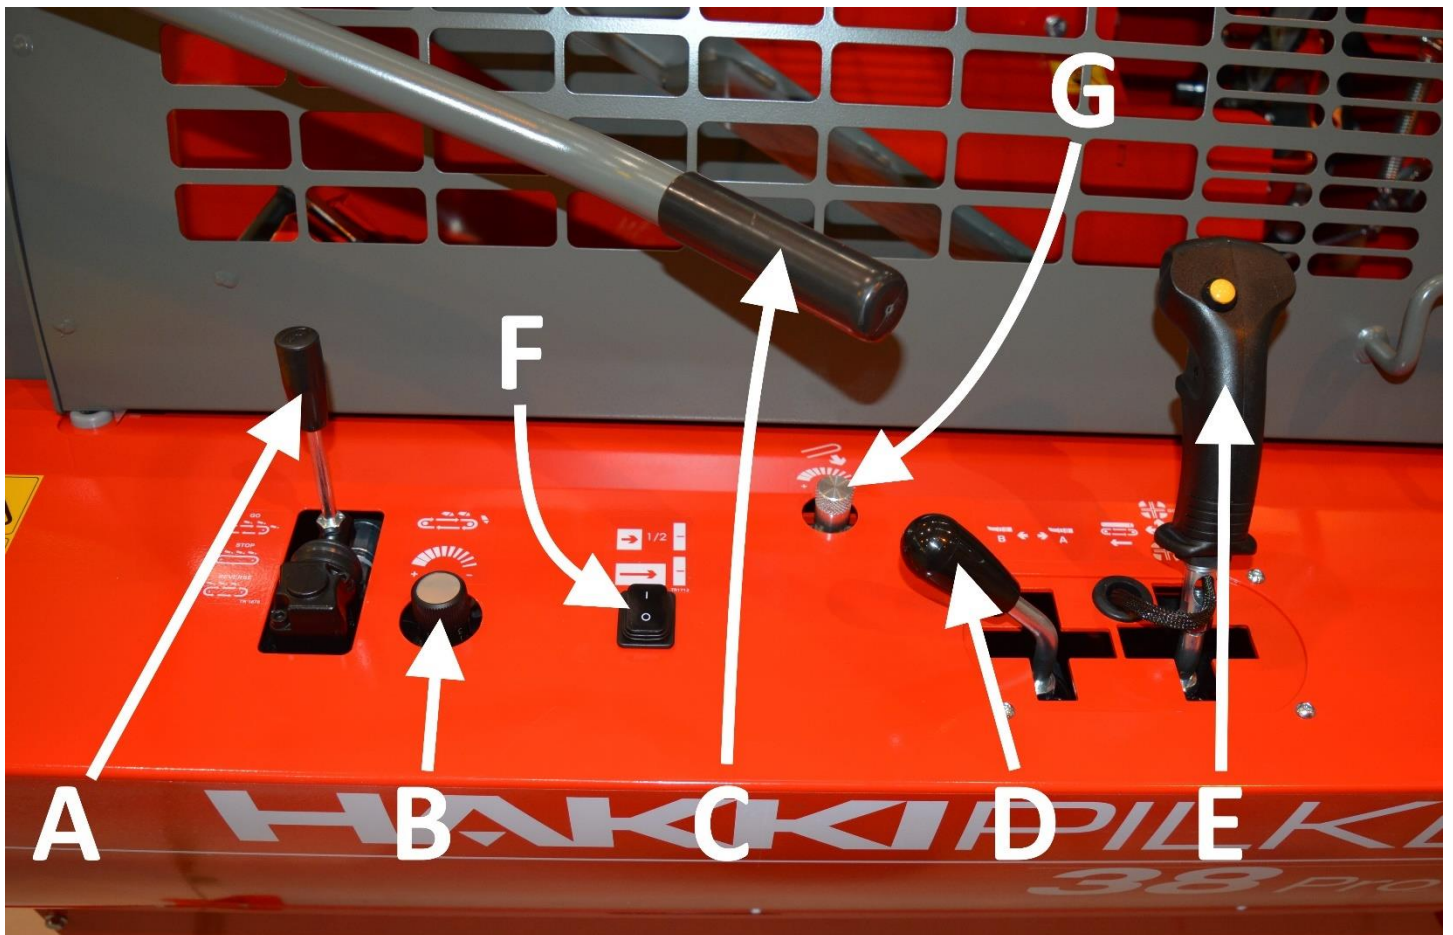

Bild 10. Kontroller
Kontrollernas funktion i bild 10
Hakki Pilke 38 Pro-brandmaskinens utmatningsband drivs av en hydraulisk motor. Använd justeraren B för att ändra bandets hastighet (bild 10). Nedan beskrivs hur transportören kan vridas i sidled genom att använda vridspaken A och handtag B:
Om transportörens hydrauliska vridning (tillval) är tillgänglig kan du använda styrspaken D (bild 10) för att svänga transportören i sidled. Med andra ord, **om spaken vrids framåt svänger transportören till vänster och om spaken vrids bakåt svänger transportören till höger.**
Maskinens klyvbett styrs hydrauliskt med styrspaken E (bild 10) (**framåt => bladet sänks, bakåt => bladet höjs**). Stockarna ska alltid vara så centrerade som möjligt när de passerar bladet för att få en enhetlig storlek på vedträdet. Bladet kan sänkas till det lägsta läget på en gång genom att höja bladet till det övre läget och rensa utrymmet under bladet. **Obs!** Klyvbettet kan även justeras med maskinens skyddsgaller öppet. Maskinen måste stängas av och kopplas från strömkällan under rengöring.
12. Gör en testkörning för inmatningstransportörens matning och bakåtvändning med spaken E (bild 10).
13. Aktivera utmatningstransportören med spaken A (bild 10) och justera transportörens hastighet till en lämplig nivå med kontroll B (bild 10). Se också till att spaken A stoppar och backar transportören.
Inmatningstransportören matar vedträdet i vedmaskinen. Vrid styrspaken E (bild 10) till höger för att mata vedträn in i maskinen. Matningen kan backas genom att vrida spaken åt vänster.
3. När stocken stannar vid den mekaniska mätanordningen för kapning ska du hålla stocken på plats genom att placera mer tryck på grepparmen C (bild 10).